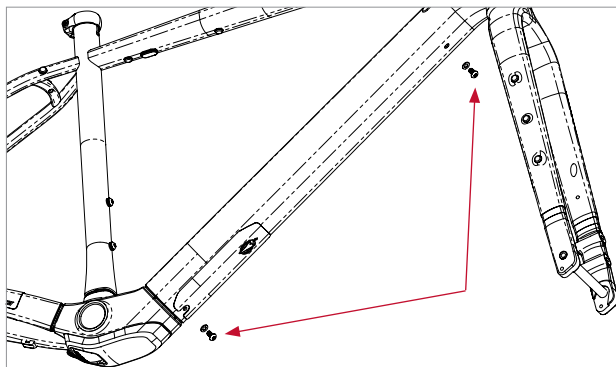

Figure 13
8. À l'aide d'une clé Torx T25, retirez les deux vis qui maintiennent la batterie sous le tube oblique (figure 13). Soutenez la batterie pendant le retrait des vis, la batterie se détachera du cadre.
Utilisez toujours les vis de fixation de la batterie interne incluses dans votre vélo pour installer la batterie (figure 13). Consultez votre revendeur pour un remplacement si nécessaire.